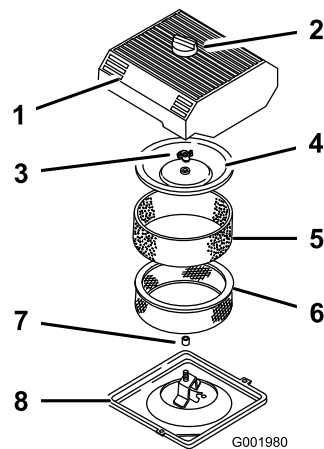

Figura 40
3. Limpe a área ao redor do filtro de ar para evitar que sujeira entre no motor e cause danos (Figura 40).
4. Afrouxe o botão na tampa do filtro de ar e remova a tampa (Figura 40).
5. Com cuidado, deslize o elemento de espuma para fora do elemento de papel (Figura 40).
6. Desenrosque a porca da tampa e remova a tampa e o elemento de papel (Figura 40).
1. Com cuidado, encaixe o elemento de espuma no elemento de papel do filtro de ar (Figura 40).
3. Instale a porca da tampa com os dedos contra a tampa (Figura 40).
4. Instale o botão e a tampa do filtro de ar (Figura 40).